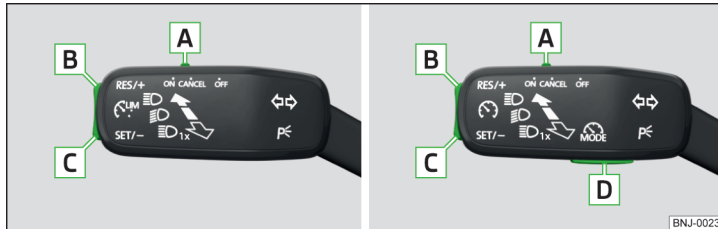

Fig. 231 Elementele de comandă ale limitatorului de viteză: Autovehicul cu limitator de viteză/autovehicul cu GRA și limitator de viteză
**Prezentare generală a elementelor de operare ale limitatorului de viteză » fig. 231**